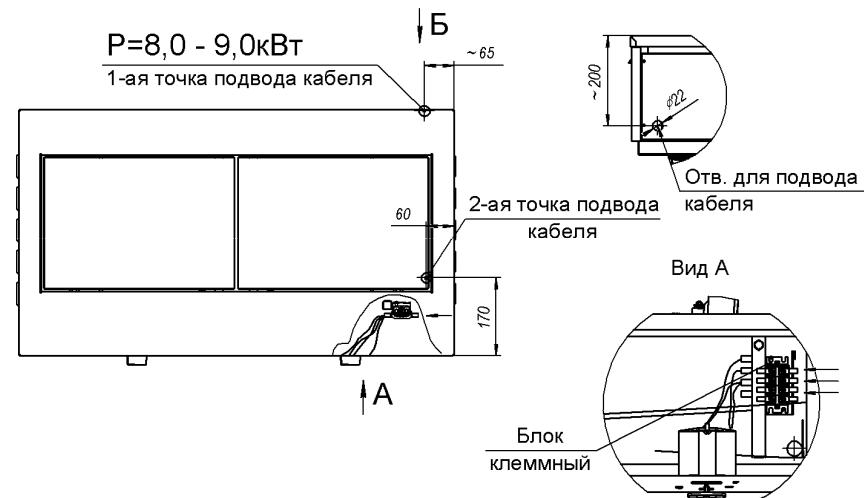

Рис.5
Рекомендуем, подвод электропитания к плите производить, скрытой в полу, трубной разводкой. Диаметр трубы – не менее 1/2" ($\varnothing=22\text{мм}$), (см. рис.5). Электропровода, заводимые в плиту, до блока клеммного, должны иметь термоустойчивую изоляцию, с температурой длительной эксплуатации не менее 150°C.
6.8 Подвод электропитания к плите произвести через автоматический выключатель типа АЕ, АП или аналогичный. Блок клеммный, для подключения плиты к э/сети, расположенный за правой облицовочной панелью шкафа (см. рис.5).